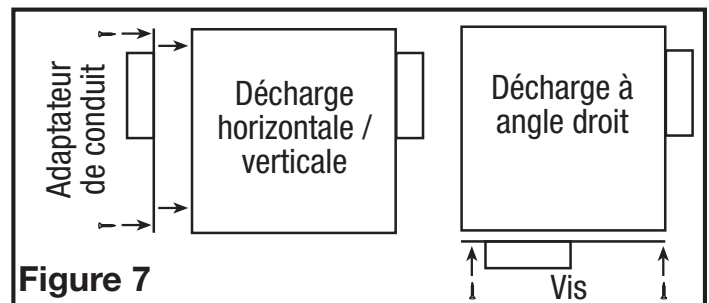

Figure 7
- Déterminez si vous aurez besoin que l'unité décharge verticalement / horizontalement ou à un angle droit et installez le IA418RE panneau d'adaptateur de conduit en option (non inclus) en conséquence, en utilisant les vis fournies (Figure 7).